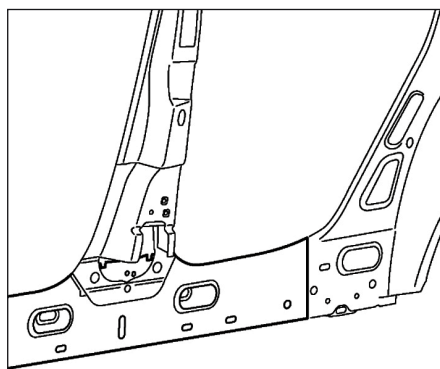

FIG.39
- partiel partie avant (Fig.39),